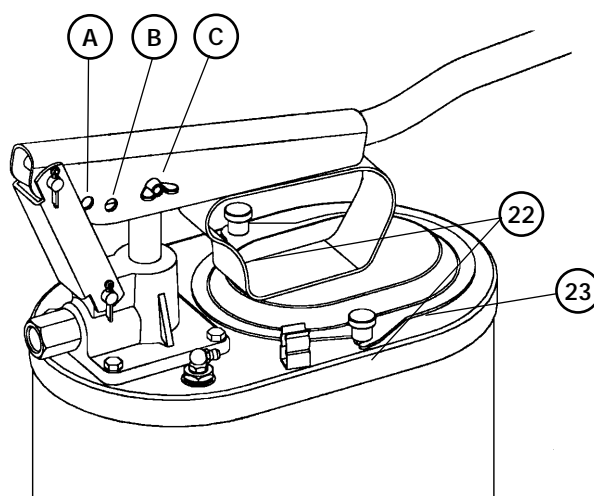

Fig. 3
To fill the container, lift up the lever and loosen the knurled screws (22) and slide aside the cover (23) (Fig. 3). Fill the container with grease and compact it well to get rid of air pockets.
Llenar el depósito levantando la palanca, aflojando los tornillos moleteados (22) y deslizando la tapa (23) (Fig. 3). Compactar la grasa bien para que no coge bolsas de aire.
Remplir le réservoir en levant le levier, en desserrant les vis (22) et en soulevant le couvercle (23) de l'appareil (voir Fig.3).